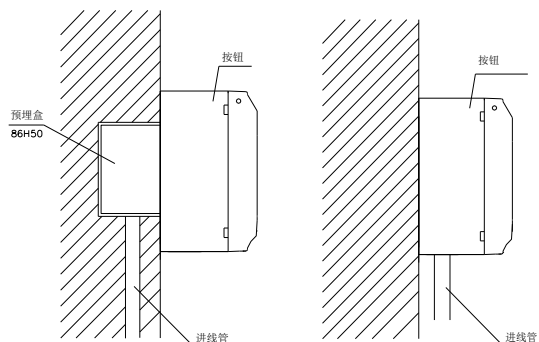
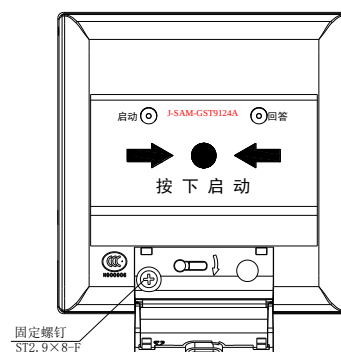
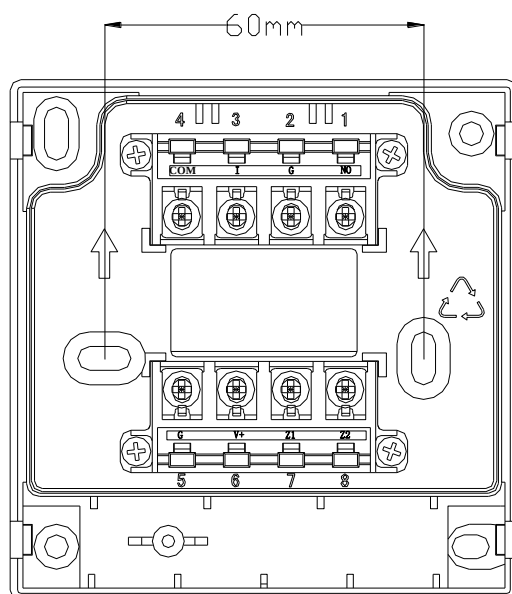

图 2 进线管暗装(左) 明装(右)
图 3 按钮安装图
图 4 端子示意图
2. 按钮采用明装方式，分为进线管明装和进线管暗装：进线管暗装时只需拔下按钮，从底壳的进线孔中穿入电缆并接在相应端子上，再插好按钮即可安装好（如图 2）；进线管明装时只需拔下按钮，将底壳下端的敲落孔敲开，从敲落孔中穿入电缆并接在相应端子上，再插好按钮即可安装好（如图 3）；安装孔距为 60mm（参见图 4）。
3. 按钮端子示意图如图 4 所示。